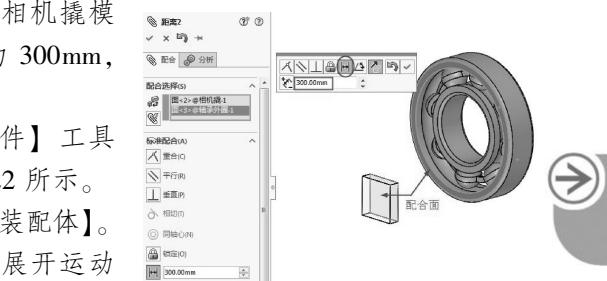

图8-21 添加配合约束
- 07 使用【配合】工具，对轴承端面与相机撬模型表面进行距离约束，约束的距离为300mm，如图8-21所示。